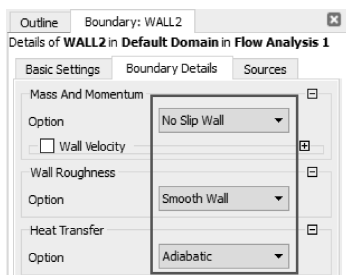
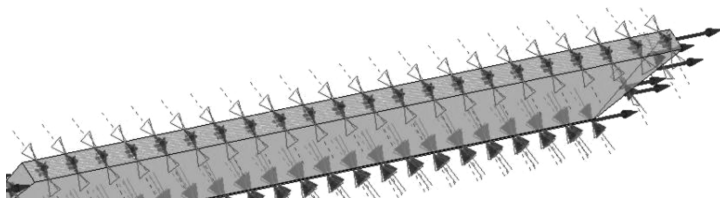

图 11-104 墙壁面 1 设置
图 11-105 墙壁面 1 的设置效果
(7) 在工具栏中单击边界条件 ，从弹出的【Insert Boundary】中，输入名称为“WALL2”确定，【Basic Setting】→【Boundary Type】= Wall，【Location】= WALL2，【Boundary Details】→【Mass And Momentum】→【Option】= No Slip Wall，【Heat Transfer】→【Option】= Adiabatic，其他默认，单击【OK】关闭任务窗口，如图 11-104、图 11-105 所示。